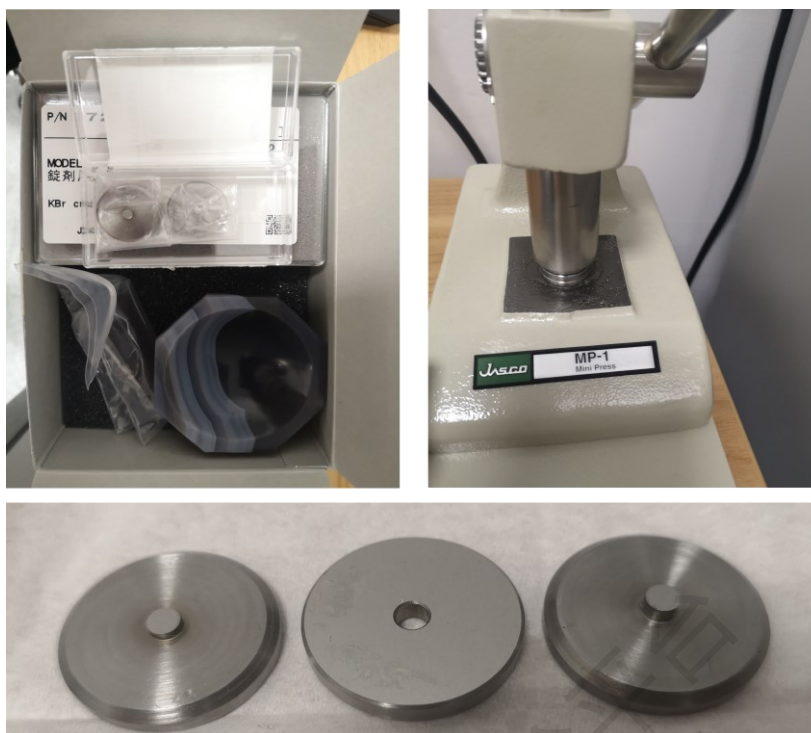

图 6-5 粉末样品的制备
1. 制样：如图 6-5 所示，先将粉末样品用研钵碾磨；如果样品不能压制成型，可加入少量 KBr 混合后进行压制。压片过程具体如下：